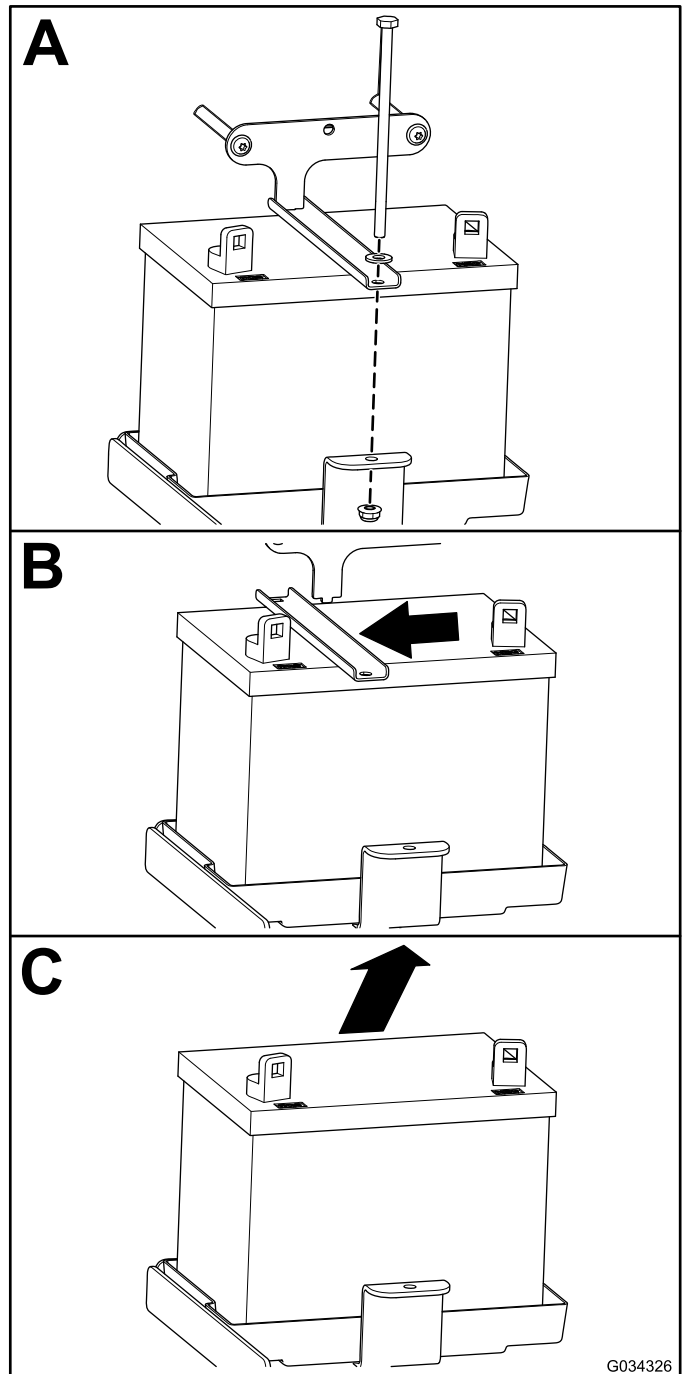

Figura 46
2. Retire la batería como se muestra en la Figura 46.